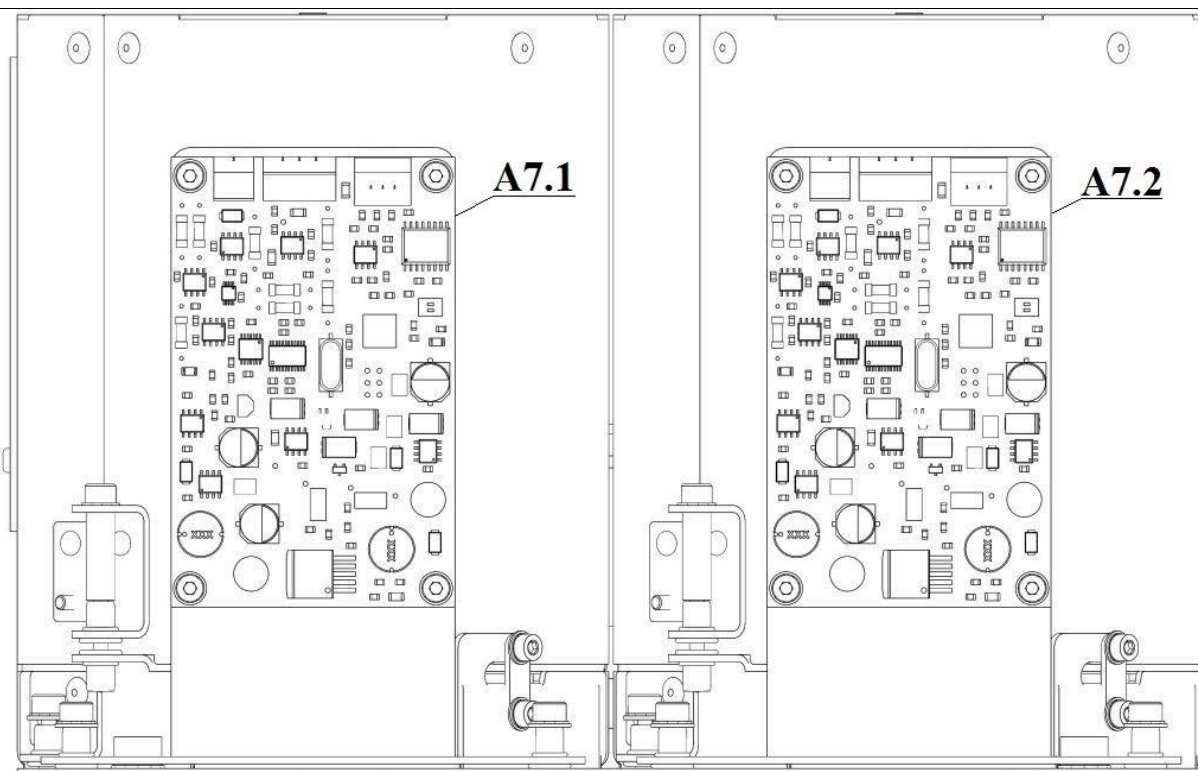
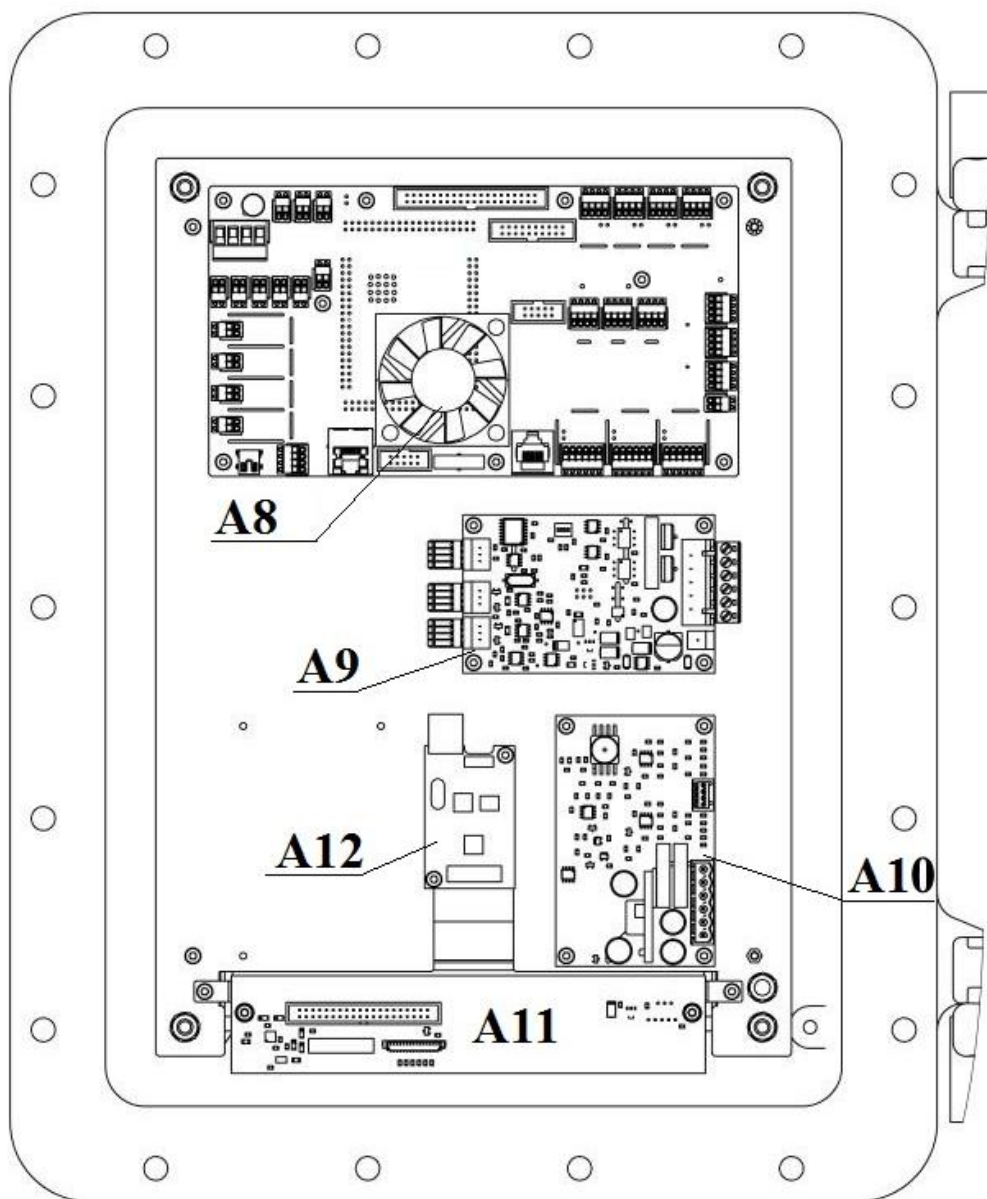

Рисунок 6. Электронные блоки в корпусе хроматографа МАГ
Рисунок 7. Электронные блоки на крышке хроматографа МАГ
Электронные блоки управления хроматографом располагаются в корпусе (см. Рисунок 6), а также на крышке (см. Рисунок 7) взрывозащищенной оболочки прибора.
На крышке хроматографа МАГ располагаются следующие платы (см. Рисунок 7):
- **A13.** Сенсорный экран (опционально, не показан на Рисунок 7);
- **A14.** 12” ЖК дисплей для отображения текущей информации о состоянии прибора, результатов измерения и хроматограмм, подробнее, см. п. 2.6.4 (опционально, не показан на Рисунок 7).